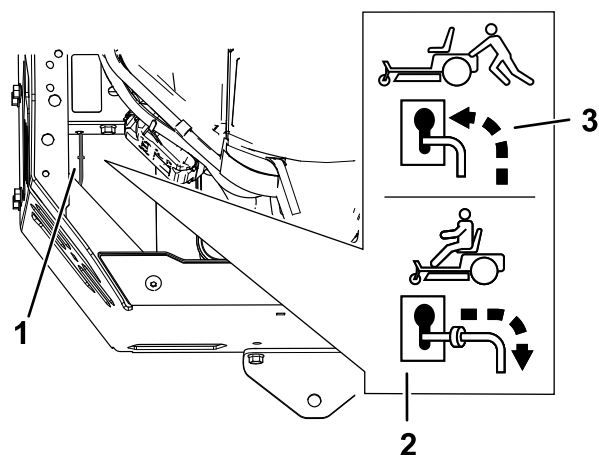

Figura 32
4. Mueva las palancas de desvío hacia delante a través del orificio y hacia abajo para bloquearlas en esa posición (Figura 32).
Mueva las palancas de desvío hacia atrás a través del orificio y hacia abajo para bloquearlas en esa posición, según se muestra en Figura 32.